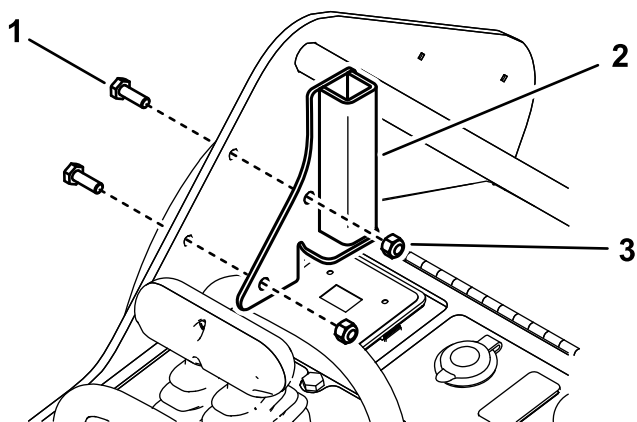

Figure 7
3. Fixez le support d'écran de protection gauche au cadre gauche à l'aide de 2 boulons (1/4" x 3/4") et 2 contre-écrous (1/4"), comme montré à la Figure 7.
4. Fixez le support d'écran de protection droit au cadre droit à l'aide de 2 boulons (1/4" x 3/4") et 2 contre-écrous (1/4"), comme montré à la Figure 7.